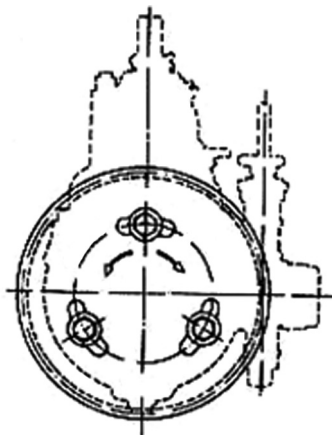

Рисунок 2 Регулировка синхронизации впрыска топлива
3. Если угол опережения подачи масла слишком велик или слишком мал, отвинтите 3 болта, которые крепят ТНВД к редуктору, и поверните ТНВД (см. рисунок 2). При повороте по часовой стрелке угол опережения подачи топлива будет уменьшаться; а при повороте против часовой стрелки увеличиваться. После каждого поворота затягивайте 3 болта и выполняйте проверку угла опережения подачи топлива, для того чтобы величина угла опережения соответствовала требованиям.